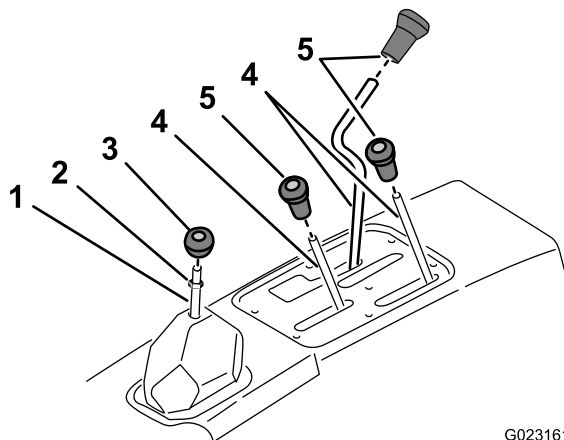

Figura 2
1. Desatornille y retire todos los pomos de las palancas de la consola y de la palanca de cambios (Figura 2).
2. Retire la contratuerca de la palanca de cambios (Figura 2).